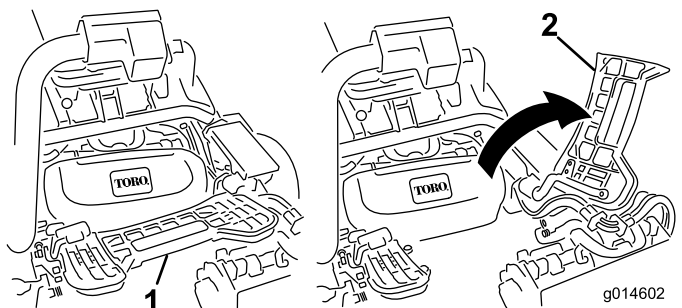

Figure 53
1. Relevez le repose-pieds pour accéder à la position de l'unité de coupe centrale (Figure 53).